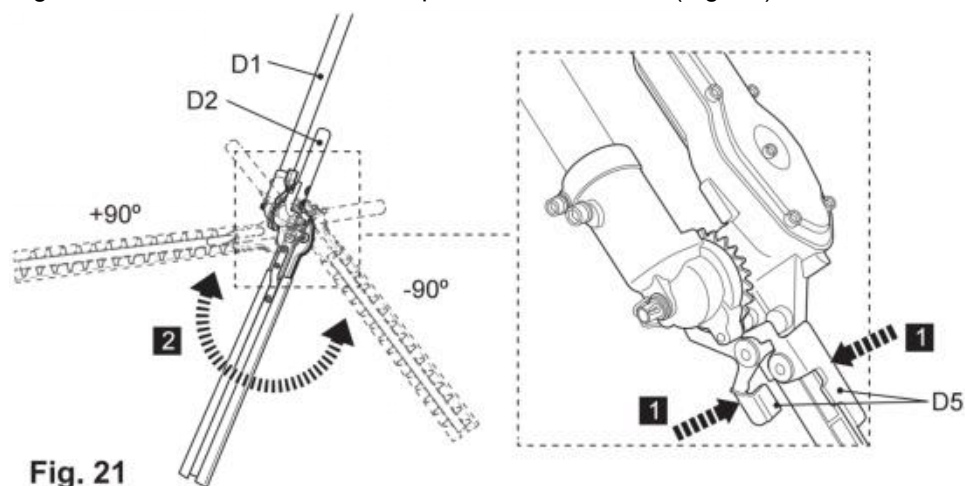

Fig. 21
5) Premere le leve di sblocco (D5) per disinnestare il sistema di denti (D6) e regolare la testina della lama nella posizione desiderata (Fig. 21).